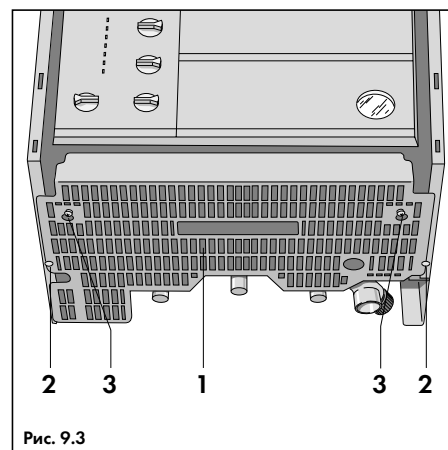

Рис. 9.3
- Надеть нижний щиток (1, рис. 9.3) на расположенные спереди винты (3, рис. 9.3) и закрепить его с помощью задних винтов (2, рис. 9.3). Затянуть передние винты.
- Снять нижний щиток (1, рис. 9.3), вывинтив предварительно два передних винта (3, рис. 9.3) и ослабив два оставшихся винта.